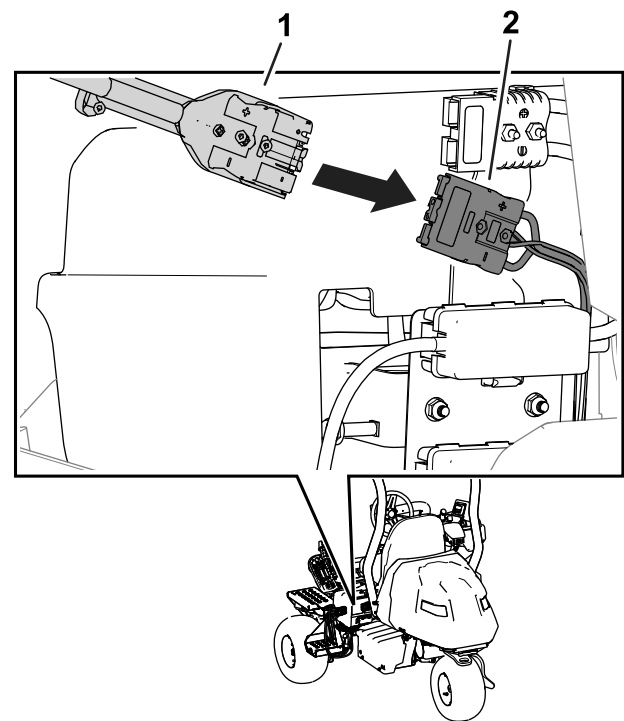

Figure 35
7. Insérez le connecteur de sortie du chargeur dans le connecteur du chargeur sur la machine (Figure 35).